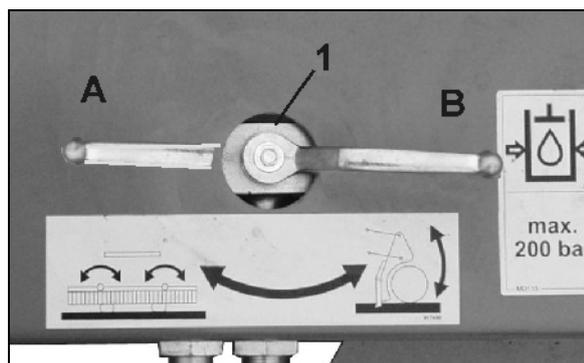

Fig. 118
2. DMC 602 : Amener le robinet d'arrêt (Fig. 118/1) en position **A**.
4. Mettez la vanne à boisseau sphérique (Fig. 118/1) en position **B**.
- maintenez la vanne à boisseau sphérique (Fig. 118/1) en position **B** ;